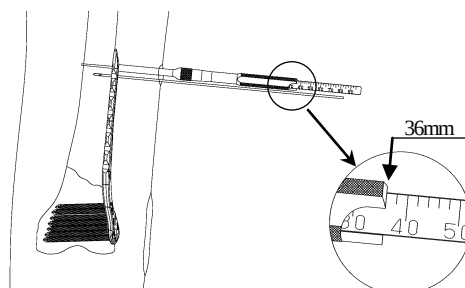

図12
- 13) ドリルスリーブを取り外し、4.5/5.0 スクリュー用デプスゲージの先端フックを対側皮質に引っ掛け、スケールを読み取ります。(図12)